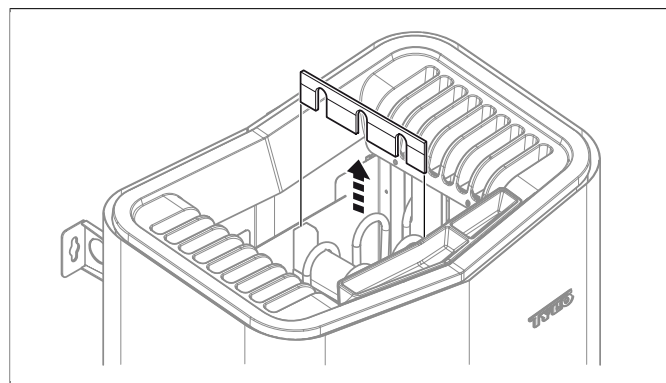
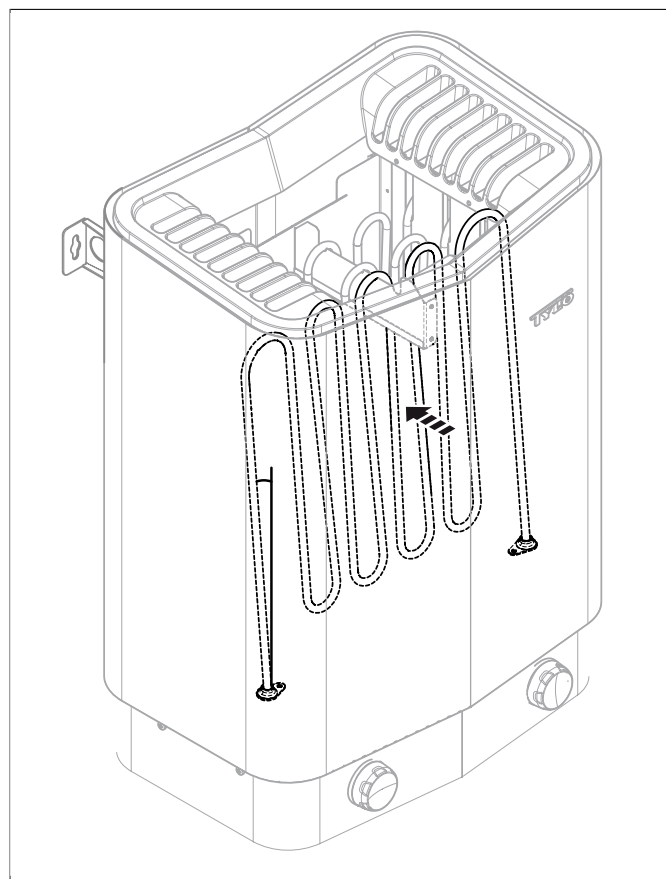

Abb. 6: Abheben der Platte des Rohrelements
Abb. 7: Anwinkeln des Rohrelements
1. Entfernen Sie alle Steine aus dem Magazin. Um die Steine leichter herausnehmen zu können, entfernen Sie die Platte, die das Rohrelement hält, siehe **Abb. 6**, Seite 4. So lässt sich das Rohrelement anwinkeln und die Steine können leichter entfernt werden, siehe **Abb. 7**, Seite 4.